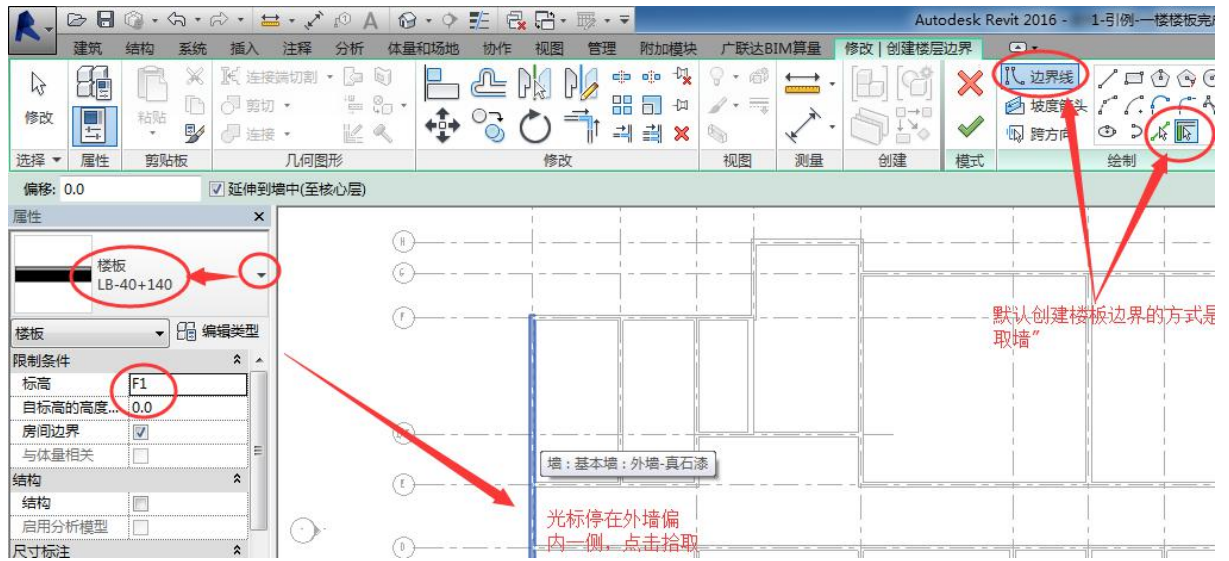
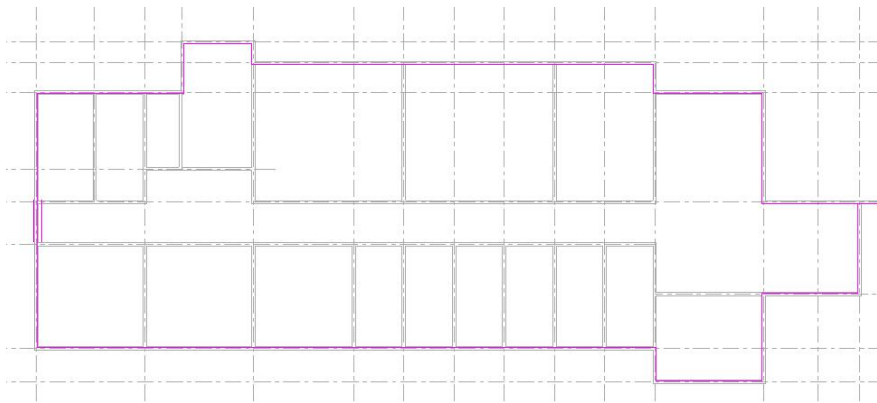

图 4-2 楼板创建
图 4-3 楼板边界线
• 单击“建筑”选项卡“构建”面板“楼板”下拉菜单“楼板:建筑”工具。在属性面板“类型选择器”中选择墙体类型为“LB-40+140”、底部标高为“F1”、自标高的高度偏移为“0”，鼠标停在外墙偏内一侧点击左键，可拾取墙体边界（图 4-2）；依次点击所有外墙偏内一侧形成楼板边界线（图 4-3）。按 ESC 键，退出创建楼板“边界线”命令，此时尚未退出创建楼板命令。